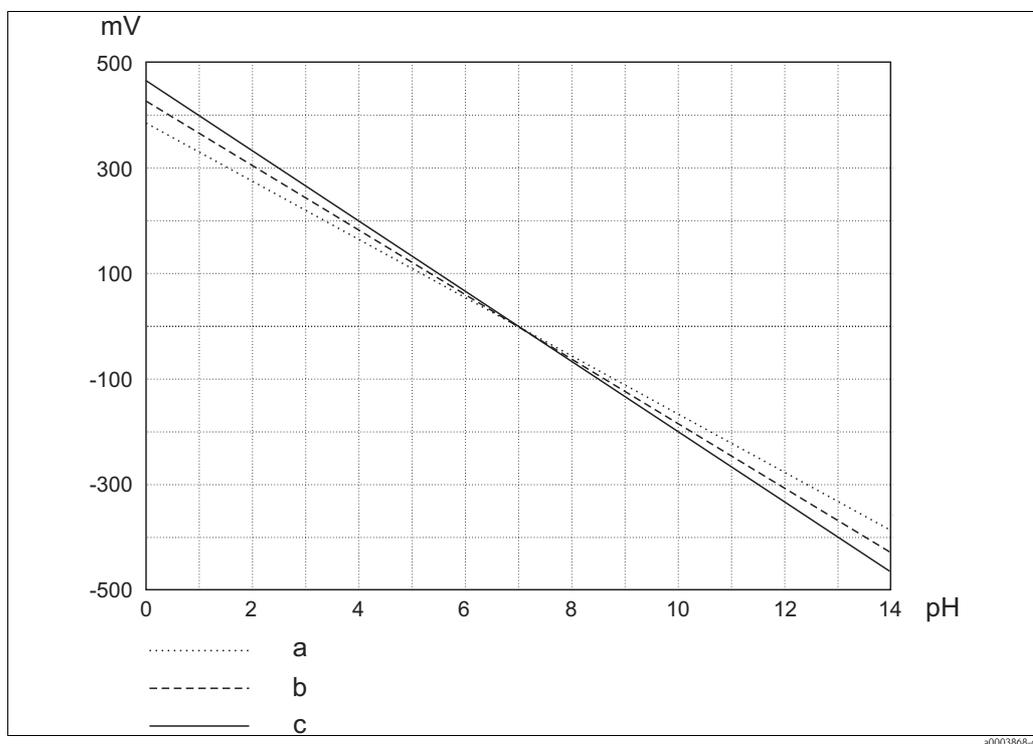

图 4: 等温曲线示意图
- ISFET 电极的等温曲线十分接近理论值 (→ 图 4), 进一步证实了电极的高 pH 测量精度。